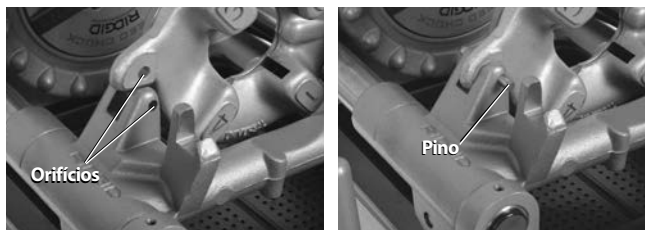

Figura 26 – Reter a Cabeça de Roscar do Lado Esquerdo no Lugar
2. Coloque um pino de 5/16" com 2" de comprimento nos orifícios da guia e a cabeça de roscar do lado esquerdo para se manter no lugar (consulte a *Figura 26*).